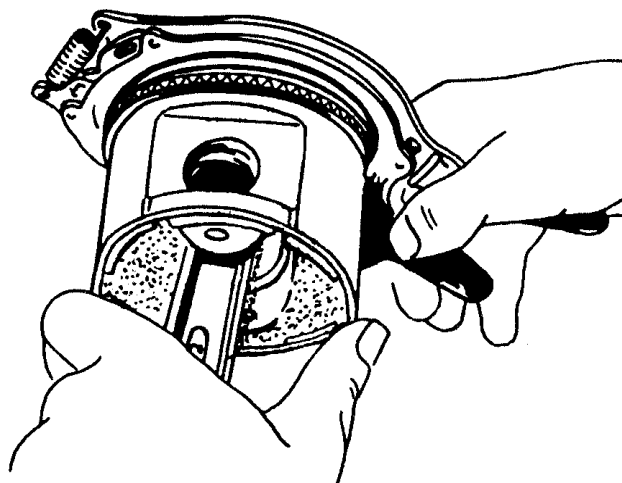

Рис.53. Снятие поршневых колец с поршня приспособлением 5-У-11388
41. Съёмником 5-У-11388 снять поршневые кольца с поршней (рис.53) и разложить их в порядке установки.